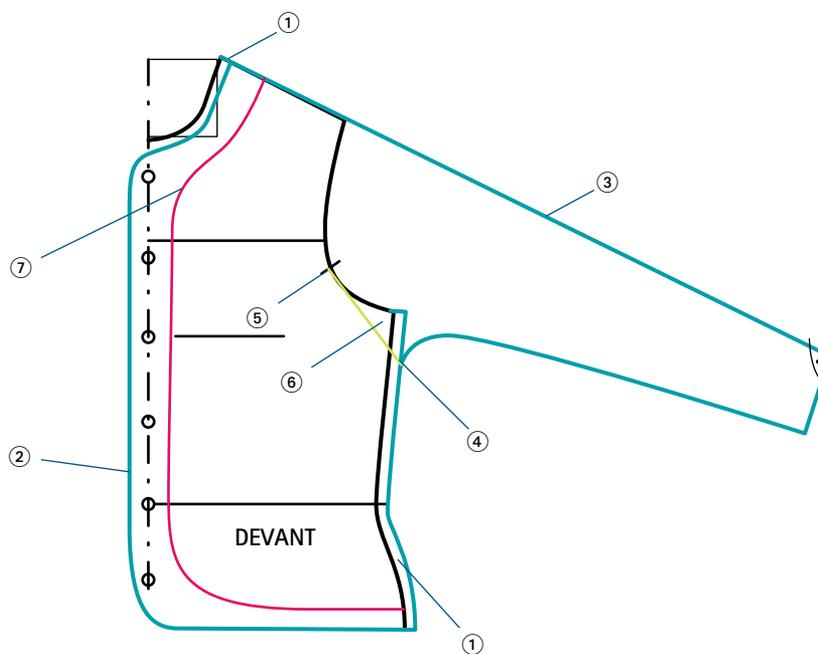

FIG. 1
- ① Élargir l'encolure et le côté devant de 2 à 3 cm.
- ② Tracer une croisure large de 4 cm – cette mesure dépend de la qualité du tissu et du diamètre des boutons utilisés. Puis arrondir la croisure en haut et en bas du buste.
- ③ Prolonger la ligne d'épaule sur le même angle (26°) sur toute la longueur du bras, puis, sur une perpendiculaire, reporter sur le poignet la 1/2 largeur du bas de manche souhaitée.
- ④ Sur la ligne de côté, descendre l'emmanchure de 5 à 7 cm, puis tracer le bas de la manche en arrondissant l'angle à la jointure avec le côté (fig. 1).
- ⑤ Tracer une droite partant de l'emmanchure 2 ou 3 cm sous la ligne de carrure et joignant l'extrémité de l'emmanchure sur le côté (fig. 1, en vert).
- ⑥ Décalker le petit triangle qui s'est formé pendant la construction : c'est l'empreinte du soufflet.
- ⑦ Tracer la parementure d'encolure et du milieu devant d'une largeur de 10 à 15 cm, puis la réduire en bas du buste à 5-7 cm (fig. 1, en rouge).